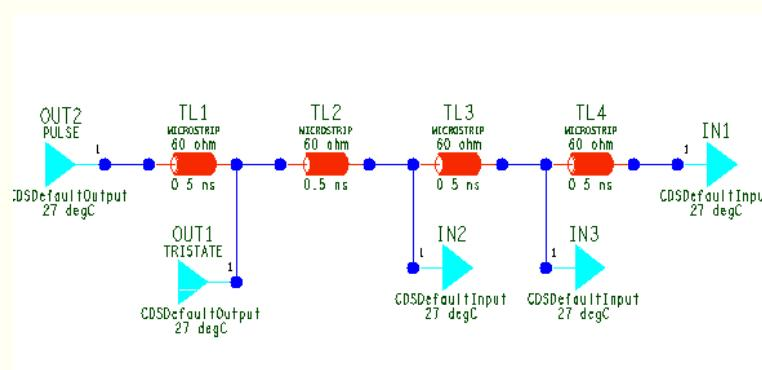

图 2-11 Source Load Daisy Chain 拓扑结构图
2.3.2.10.4 Source Load Daisy Chain 拓扑 如图 2-11 所示，Source Load Daisy Chain 拓扑类似 Daisy Chain，不同的是要先将 Driver PIN 连接完再连接 Receive PIN。